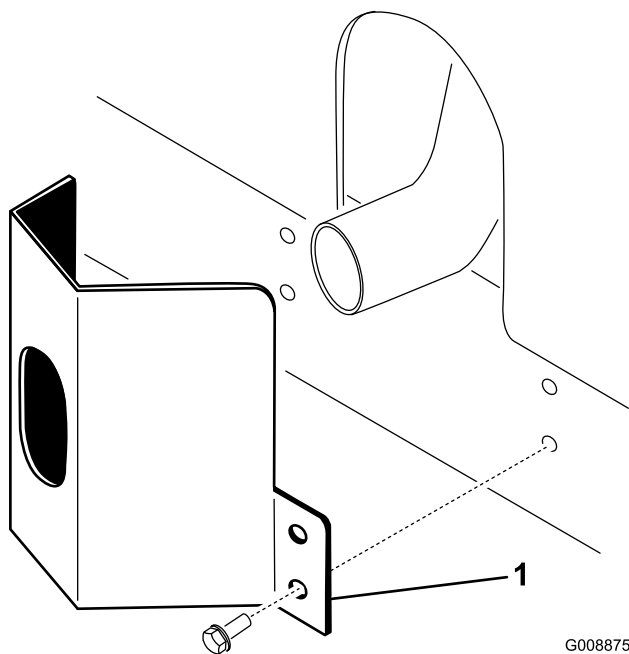

Рисунок 34
1. Расположите ограждение выхлопа на глушителе, совместив монтажные отверстия с отверстиями в раме (Рисунок 34).
2. Закрепите ограждение выхлопа на раме с помощью 4 самонарезающих винтов (Рисунок 34).